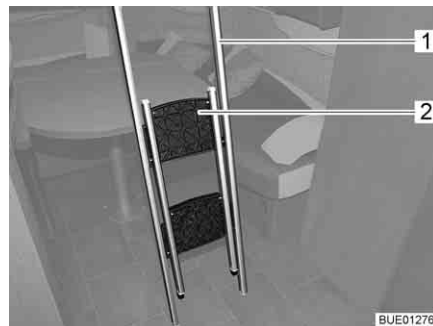
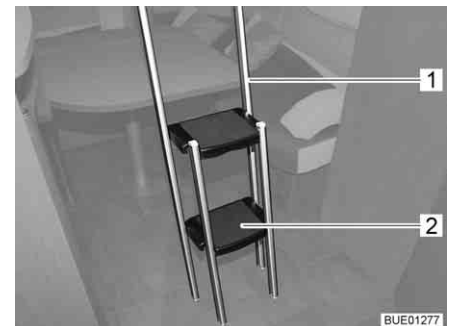

Bild 102 Aufstiegsleiter, eingeklappt
Bild 103 Aufstiegsleiter, ausgeklappt
Stufenleiter: ■ Aufstiegsleiter (Bild 100,5 bzw. Bild 102,1) mit den beiden Bügeln (Bild 100,4) in die Griffleiste (Bild 100,3) am Hubbett einhängen.
■ Den eingeklappten Teil (Bild 102,2) der Aufstiegsleiter am oberen Rand fassen und herausklappen, bis alle vier FüÙe sicher auf dem Boden stehen (Bild 103).
■ Zum Entfernen der Aufstiegsleiter (Bild 103,1) Trittstufen (Bild 103,2) einklappen.